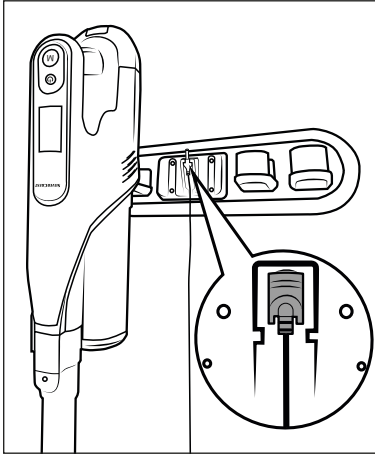

Abb. 6
- ◆ Setzen Sie den Staubsauger von oben in die Wandhalterung **18**, so dass der Hohlstecker **11** in die Ladebuchse **3** an der Unterseite des Gerätes rutscht. Die Batterieanzeige **23** beginnt zu blinken und der Ladevorgang startet (siehe Abb. 6 und 7).